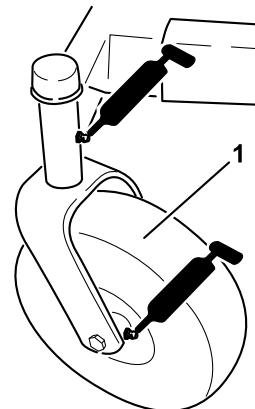
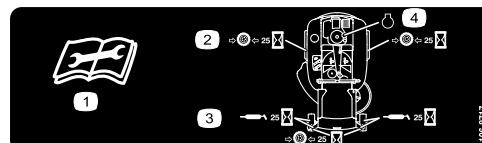

Figura 21
Figura 22
3. Limpie con un trapo los puntos de engrase (Figura 21) y (Figura 22). Asegúrese de rascar cualquier pintura que hubiera sobre los puntos de engrase.
4. Conecte una pistola de engrasar a cada punto de engrase (Figura 21 y Figura 22). Bombee grasa hasta que empiece a rezumar grasa de los cojinetes.